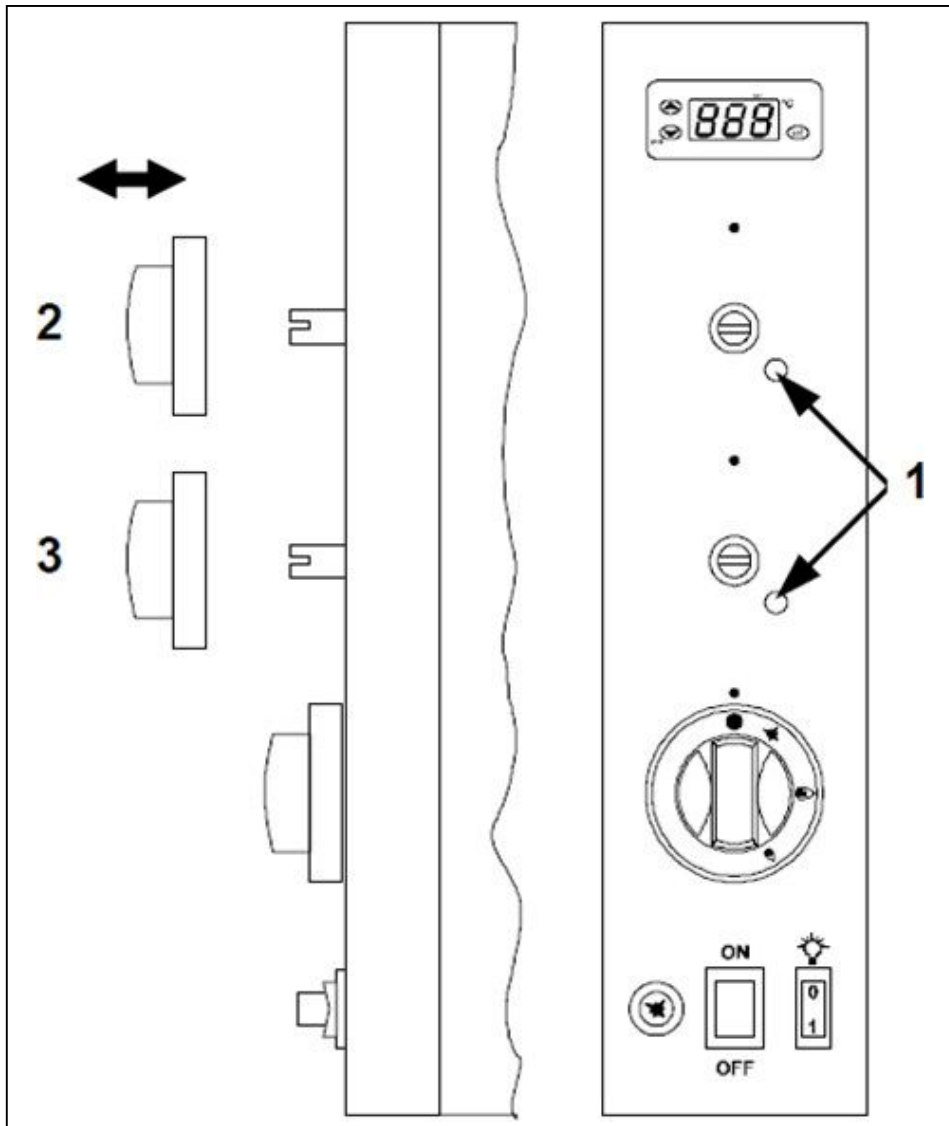

FIG.10
Pour le fonctionnement en gpl (g30-g31) le minimum est fixe et la vis (fig.10-réf.1) doit être vissée à fond; pour le fonctionnement avec des autres types de gaz le minimum est réglable comme suit:
- Enlever manuellement la poignée du brûleur du panneau de contrôle (fig.10-réf.2/3);
- Dévisser la vis (fig.10-réf.1) de 2/3 de tour et insérer de nouveau la poignée;
- Enlever encore la poignée et visser la vis (fig.10-réf.1) jusqu'à ce que la flamme reste stable;